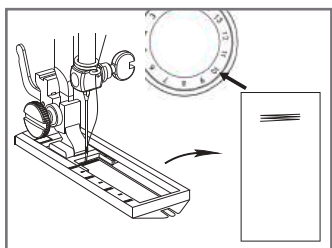

Рис.27
7.15.5 Поверните маховое колесо против часовой стрелки, чтобы поднять иглу в самое верхнее положение. (Рис.27)